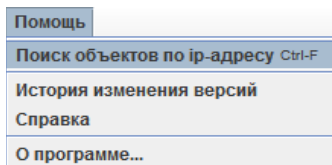

Рис. 87 Вызов окна поиска из меню
- через меню «Помощь» и подменю «Поиск объекта по IP-адресу» (Рис. 87 Вызов окна поиска из меню);